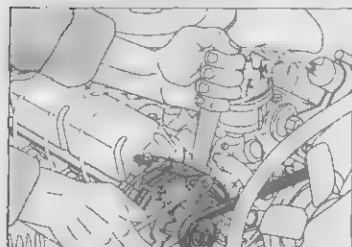

Рис. 14.15 Затяните регулировочные болты
5. Наденьте ремень на все шкивы и с помощью рычага (опять же это может быть рукоятка молотка) добейтесь, чтобы при нажатии на ремень его прогиб составлял около 1 см. Затяните регулировочные болты или гайки (рис. 14.15).